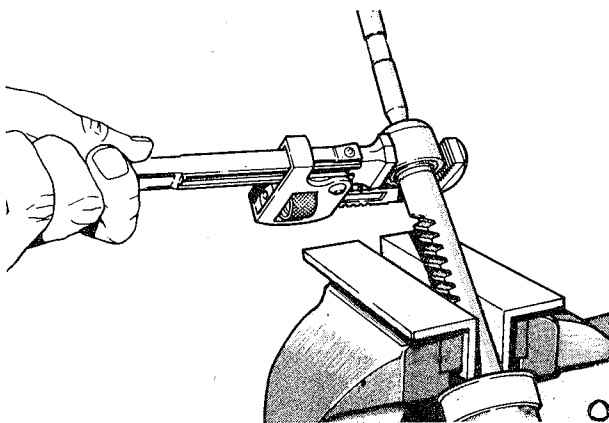

fig. 14
3. Destravar os conjuntos dos braços da direção e juntas esféricas, soltando-os da cremalheira; se os mesmos forem originais de produção, removê-los, com o auxílio de um grifo (fig. 14)